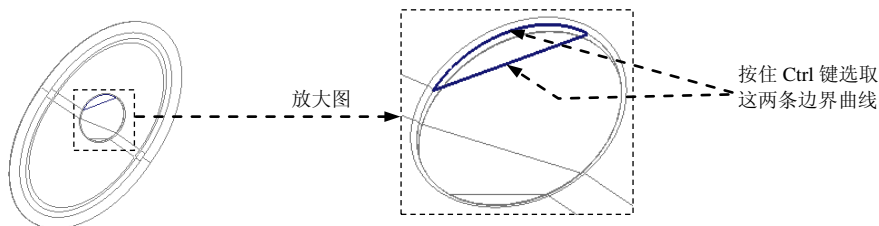

图 21.16 定义边界曲面 1
(1) 单击 **模型** 功能选项卡中的 **切口和曲面** 按钮，在系统弹出的菜单中依次单击 **曲面** **边界混合**，系统弹出“边界混合”操控板。
(2) 定义边界曲线。按住 **Ctrl** 键，依次选取图 21.16 所示的两条边界曲线。
(3) 在操控板中单击 **✓** 按钮，完成边界曲面 1 的创建。